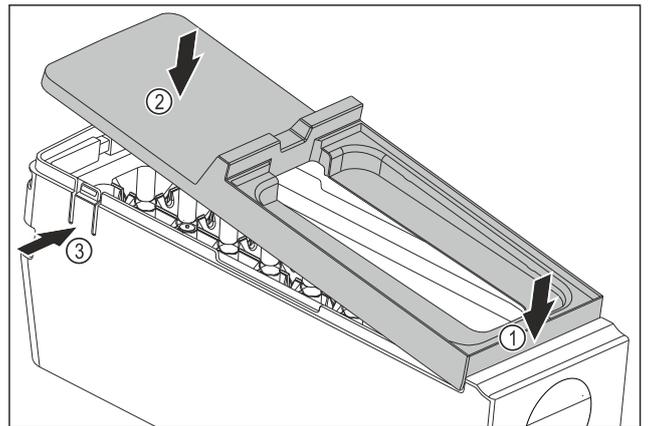

Fig. 80
- ▶ 安装 EasyTwist-Ice 机身的盖板：放置盖板前部。 Fig. 80 (1)
- ▶ 降下盖板后部。 Fig. 80 (2)
- ▶ 盖板卡入到两个接片 Fig. 80 (3) 中，可以听见声音。